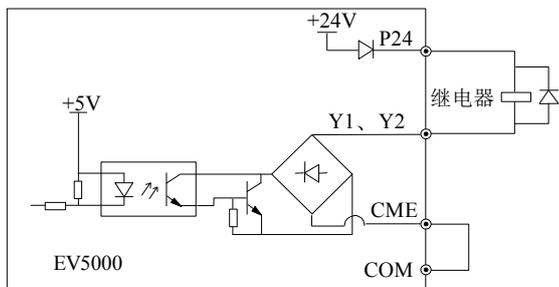
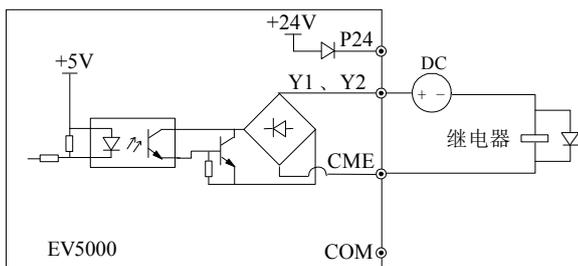

图4-27 多功能输出端子接线方式 1
图4-28 多功能输出端子接线方式 2
1. 多功能输出端子 Y1、Y2 可使用变频器内部的 24V 电源, 接线方式见图 4-27。
2. 多功能输出端子 Y1、Y2 也可使用外部电源, 接线方式见图 4-28。
5. 图 4-27、图 4-28 中, 对于非 24V 继电器, 应根据继电器参数选择合适的电阻, 串接在继电器回路中。